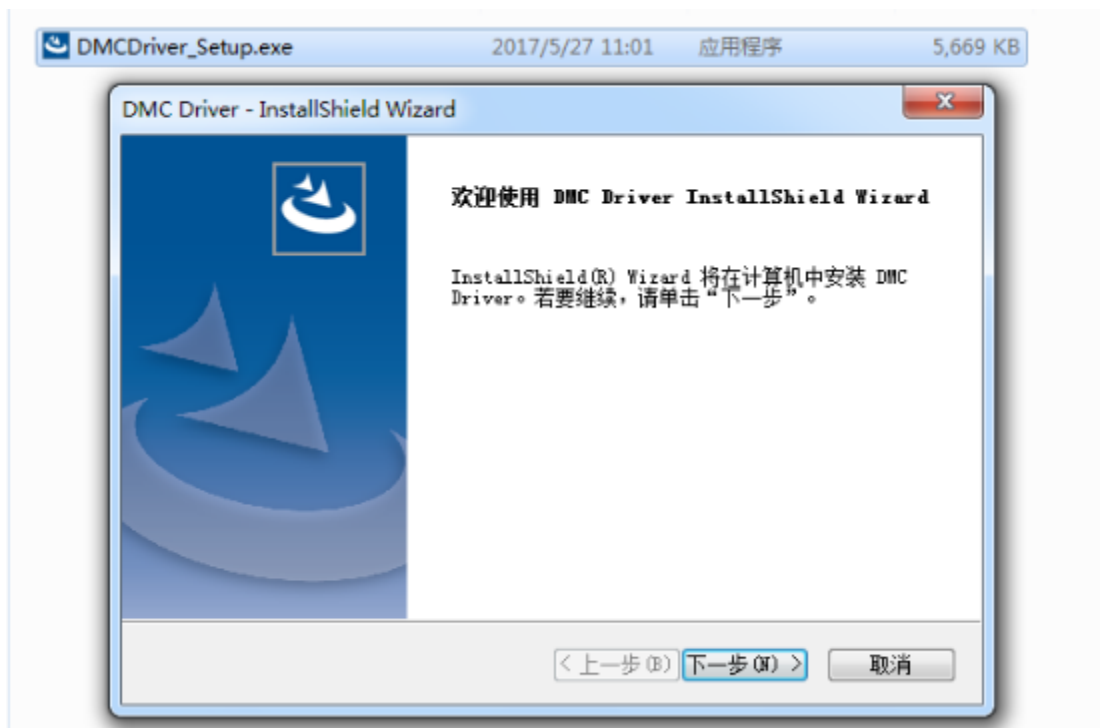

图 4.2 驱动程序开始安装
1、双击驱动文件 `DMCDriver_Setup.exe`，如果出现如图 4.2 所示对话框，点击“下一步”继续安装；如果出现如图 2 所示对话框，请选择“修复”，并点击“下一步”，跳转到第 5 步继续安装。